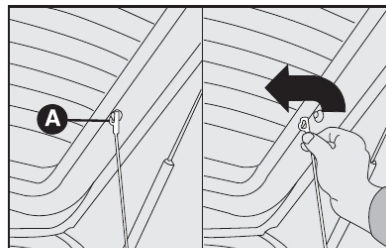

fig. 70
1) Soltar as extremidades superiores A-fig. 70 dos dois tirantes, desprendendo as argolas dos pinos.